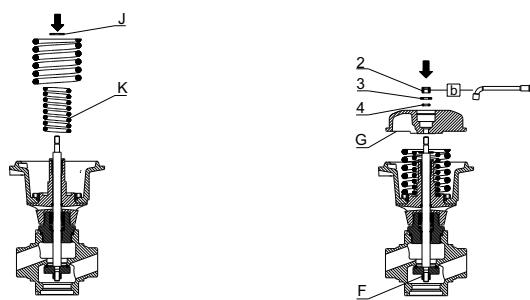

Fig. 40
17. Remount the new upper cover (16) with the 4 screws (A) and nuts and tighten the unit to torque [a] (Fig. 40).
17. Remonter le couvercle supérieur neuf (16) avec les quatre vis (A) et leurs écrous, serrer le tout au couple [a] (Fig. 40).
Montieren Sie den neuen oberen Deckel (16) mit den 4 Schrauben (A) und Muttern und ziehen Sie die Einheit mit dem Moment [a] fest (**Abb. 40**).